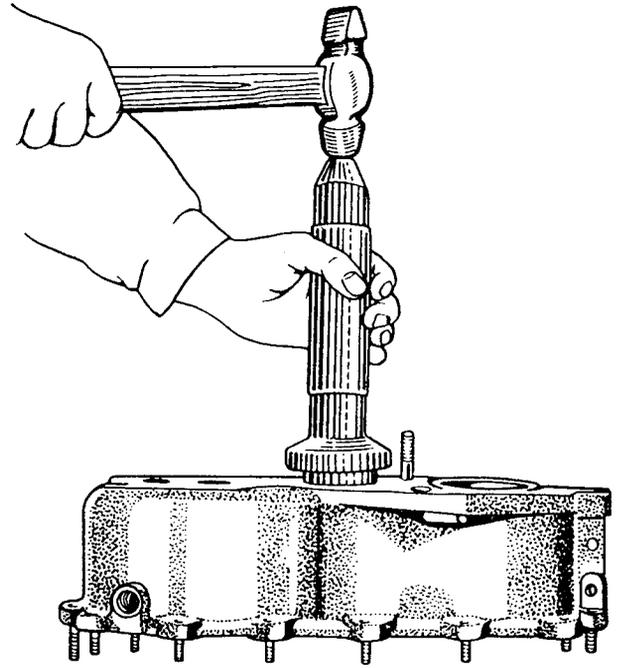

Bild 111. Einpressen des Rollenlagers in das Gehäuse
2. Rollenlager in das Gehäuse auf eine Entfernung von 6_{0,5} mm zur Gehäusestirnfläche einpressen (Bild 111).